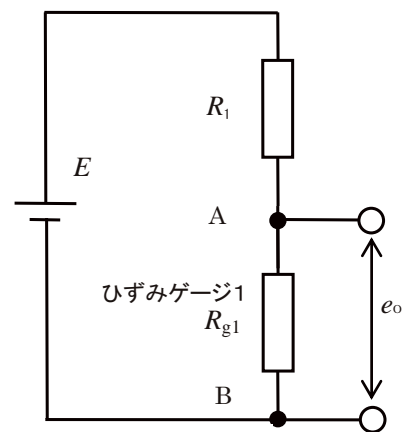

図2-2
(1) 図2-2に示す回路についてAB間の電圧 e_0 を、電源電圧 E 、抵抗 R_1 、ひずみゲージ1の抵抗 R_{g1} を用いた式で表せ。ただし、電圧はBを基準とする。
(2) ブレッドボード上に図2-2に示す回路を組む。抵抗 R_1 は1 kΩである。デジタルマルチメータのレンジを直流2000 mVにして、AB間の両端の電圧 e_0 を測定せよ。